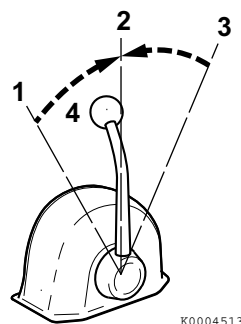

Figura 2
Usare la leva dell'acceleratore (**Figura 2, (4)**) per accelerare e decelerare. Muovere la leva lentamente.
2. Quando si sposta la leva da AVANTI (**Figura 2, (1 o 3)**) a INDIETRO (**Figura 2, (3 o 1)**), portare la frizione su FOLLE (**Figura 2, (2)**) e attendere prima di passare gradualmente alla posizione desiderata. Non cambiare MAI di colpo da AVANTI a INDIETRO o viceversa.